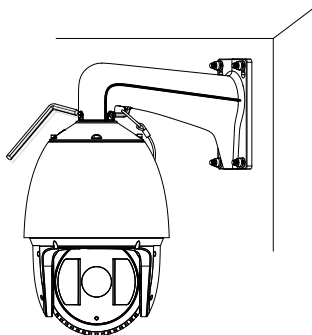

図 2-21 スピードドームの固定
2. 図 2-21 に示すように 4 つのボルトをネジ穴に挿入します。